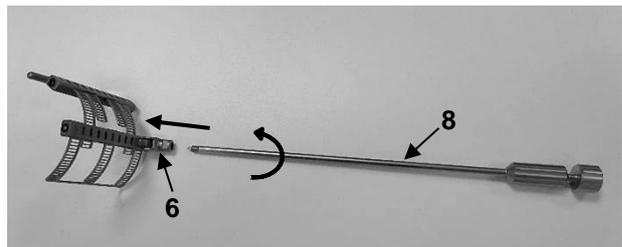

Fig. 7
Per alzare o abbassare la Treede Maxposition lama, avvitarla prima la guida a gancio MRN-3 (8) in senso orario nella filettatura del giunto (6) (Fig. 7).